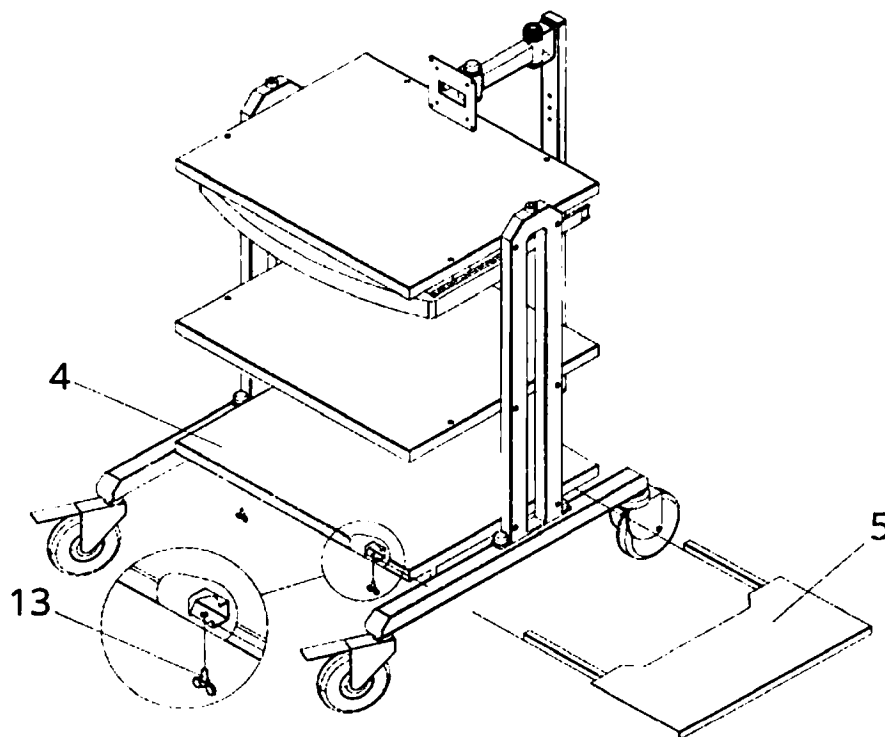

Рис. 8. Установка боковой полки
6. Установите боковую полку (поз. 5 в табл. 1 и на рис. 8) в установочные отверстия нижней полки (поз. 4 в табл. 1 и на рис. 8) с удобной для вас стороны и закрепите винтами-барашками М4×10 (поз. 13 в табл. 1 и на рис. 8).
В комплект поставки входят два ремня (поз. 28 в табл. 1) для крепления и фиксации системного блока на боковой полке (поз. 5 в табл. 1 и на рис. 8).